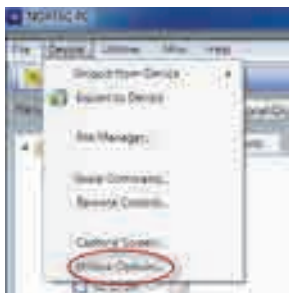

Рис. 6-26 Команда Unlock Options (Активация опций)
2. В меню **Device** программного обеспечения NORTEC PC выберите **Unlock Options** [Активация опций] (см. Рис. 6-26 на стр. 276).